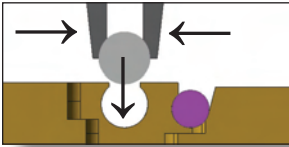
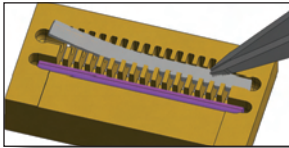

図 26: ピンセットでエラストマをつまみ、Innerエラストマスロットへ押し込む
図 27: 中心から右、中心から左の順で作業を行う
- エラストマスロットの中央にあるコンタクトリブの上にピンセットを置き、エラストマをやさしくつまんでエラストマスロットの中に押し込みます。図 26を参照ください。この“つまんで押し込む”作業を各リブに対して順番に右方向に行います。図 27を参照ください。切れ目や切断を防ぐため、エラストマをつまむときはやさしく扱って下さい。